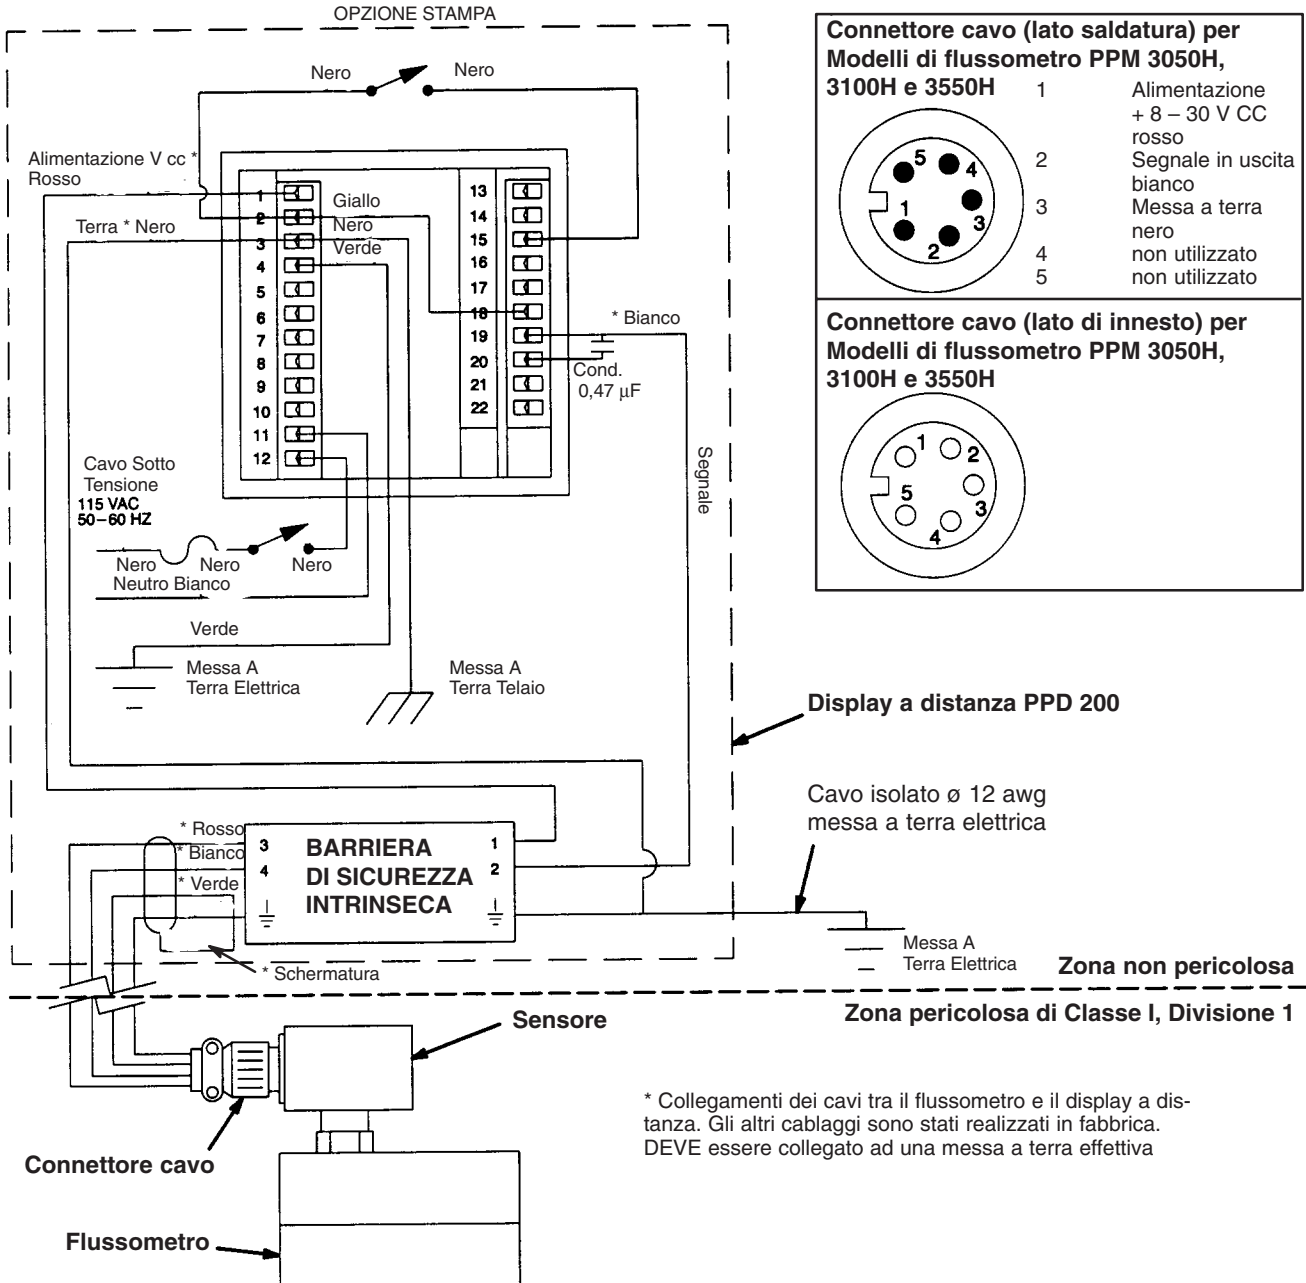

Fig. 3
**Ved. Fig. 3** per collegare il display a distanza ai modelli di flussometro PPM 3050H, 3100H e 3550H.
4. Togliere il sensore elettronico (1) dall'alloggiamento superiore (2) del flussometro utilizzando una chiave leggera sulla scanalatura per chiave del sensore. **NON** sottoporre a torsione gli alloggiamenti (2 e 3) del flussometro. Fare riferimento alla Fig. 3.
5. Allentare i bulloni esagonali (9). Lasciare inserite alcune filettature dei due bulloni contrapposti, in modo da ridurre al minimo le sollecitazioni causate dal serraggio sull'albero, durante lo scollegamento degli alloggiamenti del flussometro.
6. Mantenere fissato l'alloggiamento superiore (2) e picchiettare delicatamente sui bulloni contrapposti in modo da scollegare l'alloggiamento inferiore (3).